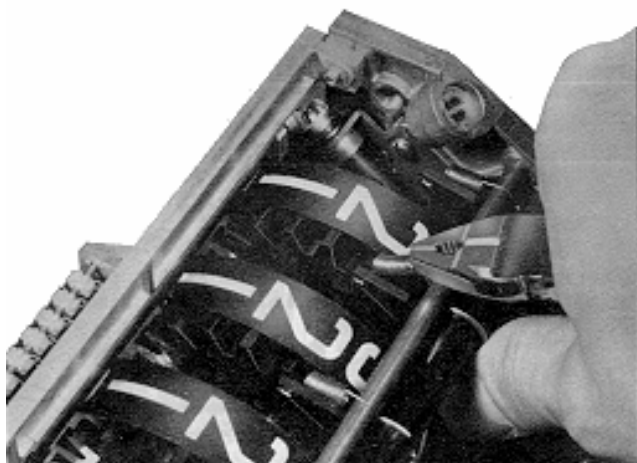

Figure 22. Montage ressort doigt anti-retour
- Monter les 5 ressorts du doigt anti-retour entre les doigts anti-retour et l'axe d'arrêt. Voir figure 22.